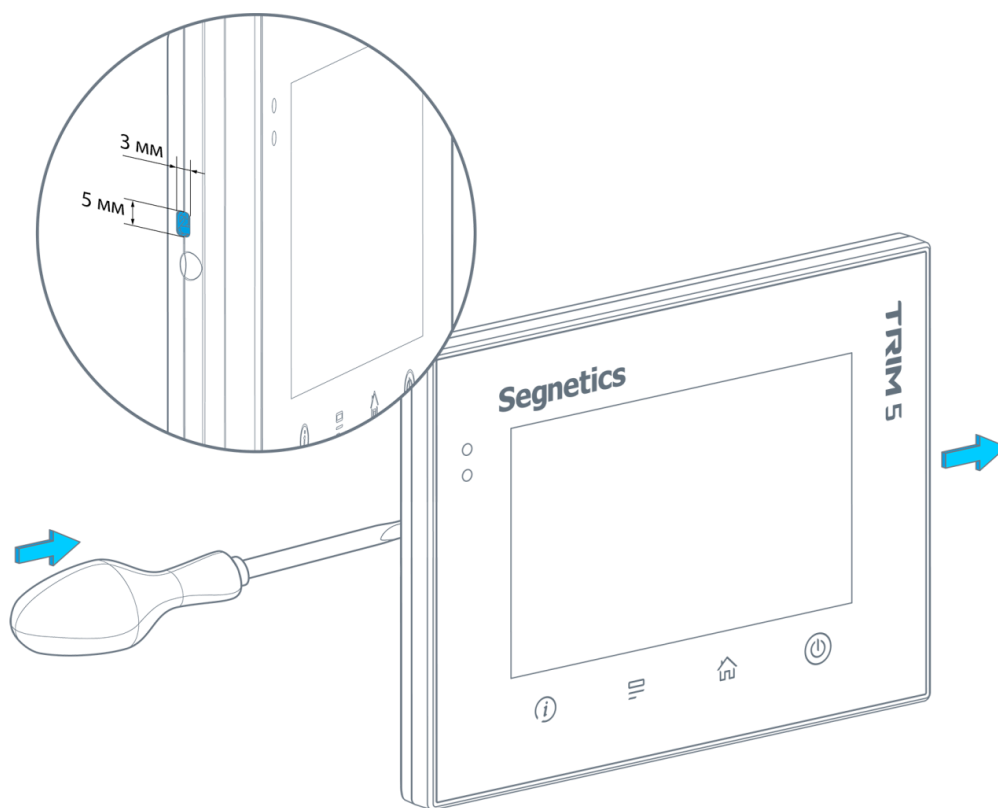

Рис. 24 - Снятие контроллера с кронштейна
1. При помощи шлицевой отвёртки или подобного инструмента отделить кронштейн от контроллера. Для этого необходимо положить контроллер лицевой стороной вниз на плоскую поверхность. Установить отвёртку в отверстие на задней части контроллера и надавить до упора, после чего сдвинуть кронштейн в сторону отвёртки. (см. рисунок 24).